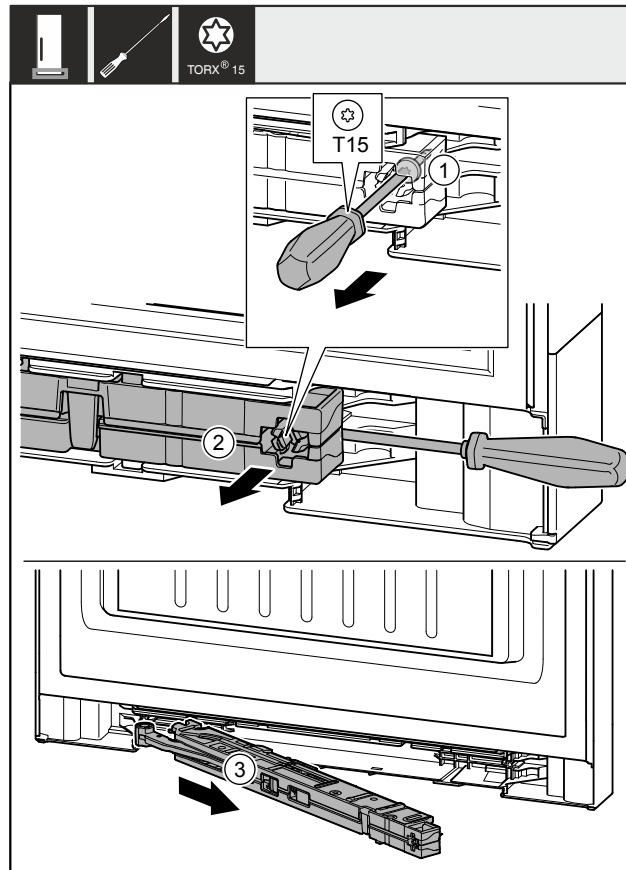

Fig. 12
- ▶ Ослабьте винт Fig. 12 (1) на узле амортизатора закрывания двери с помощью отвертки прим. на 14 мм.
- ▶ При помощи отвертки отведите узел амортизатора закрывания двери Fig. 12 (2) со стороны ручки вперед.
- ▶ Извлеките узел амортизатора закрывания двери Fig. 12 (3).